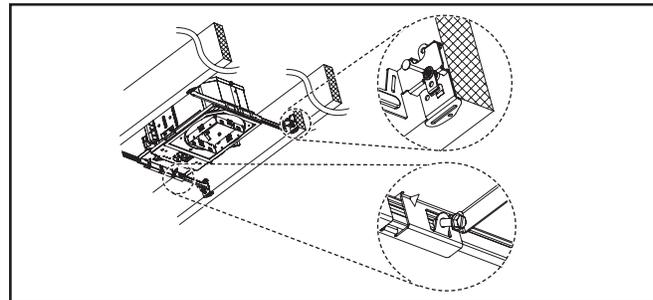

Figura 6.
1. Extienda las barras para colgar para que se ajusten entre la viga y coloque la pestaña de colocación de la pestaña de montaje en la parte inferior de la viga o el miembro del bastidor. Las barras para colgar deben nivelarse con la parte inferior de la viga o miembro del bastidor. (Figura 6.)
2. Ajuste la posición de la plataforma del alojamiento deslizándola hacia atrás y al frente sobre las barras para colgar hasta la posición deseada. El alojamiento puede fijarse en su posición sujetando los tornillos de sujeción de la barra para colgar en la plataforma del alojamiento. (Figura 6.)